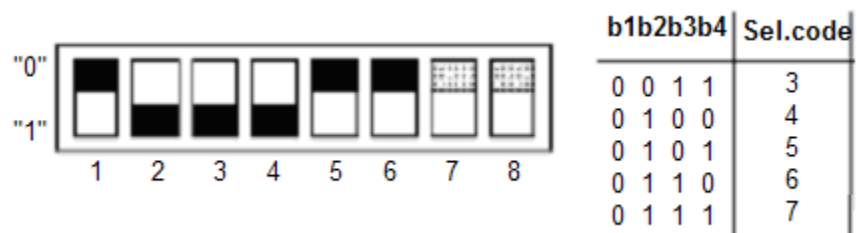

Figura 5.2: Bits en una interfaz.
- Tarjeta HP-82335 (Hewlett-Packard): Interface para bus ISA que no soporta Plug&Play ni la interfaz VISA. Configuración: Antes de ser instaladas, esta tarjeta debe ser configuradas, a fin de que ocupen zonas de memoria independientes y de que no se solapen con las zonas de memoria utilizadas por otros periféricos. Esta configuración se realiza mediante una combinación adecuada en un conmutador tipo DIP interno que posee la tarjeta. Como se indica en la figura 5.2, a cada combinación válida se le asocia un código que identifica a la tarjeta y que se denomina SELECT_CODE (Sel_code). Este código es la clave a través del que el driver identifica la interfaz sobre la que debe ejecutar las funciones que se programen. En nuestro caso, en cada computador existe una sola, interfaz, que siempre se configura con "SELECT_CODE = 7".[31]